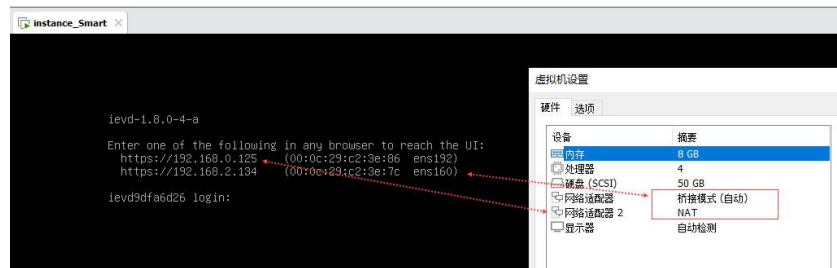

图 4.3.2 IEvD 安装完成后画面
6. (边缘设备激活 - IED 或 IEvD) 使用浏览器输入图 4.3.2 中的网络 IP 地址，进入 IED 或 IEvD 运行界面，并使用步骤 5 中生成的授权文件，激活边缘设备。